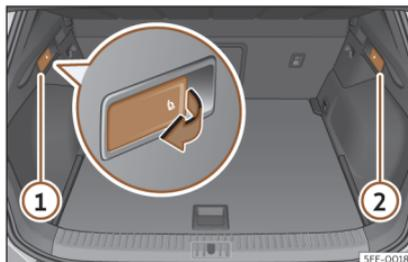

Fig. 109 Nel bagagliaio: leve per lo sblocco dello schienale posteriore.
- Tirare la leva di sblocco a distanza dal lato sinistro»» **fig. 109** ① o destro ② dello schienale nel senso della freccia. Il lato sbloccato dello schienale posteriore si ribalta automaticamente in avanti.